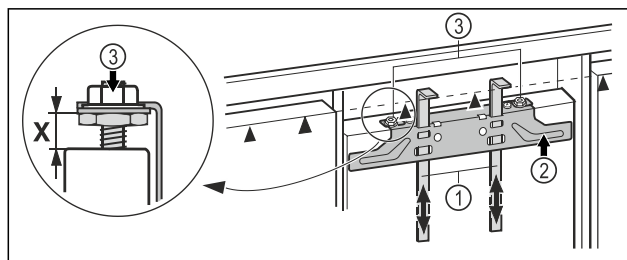

Fig. 19
- Spingere verso l'alto gli ausili di montaggio Fig. 19 (1) all'altezza della porta del mobile. Il bordo di arresto inferiore ▲ dell'ausilio di montaggio = al bordo superiore della porta del mobile da montare.
- Svitare la traversa di fissaggio Fig. 19 (2) mediante i controdadi Fig. 19 (3).